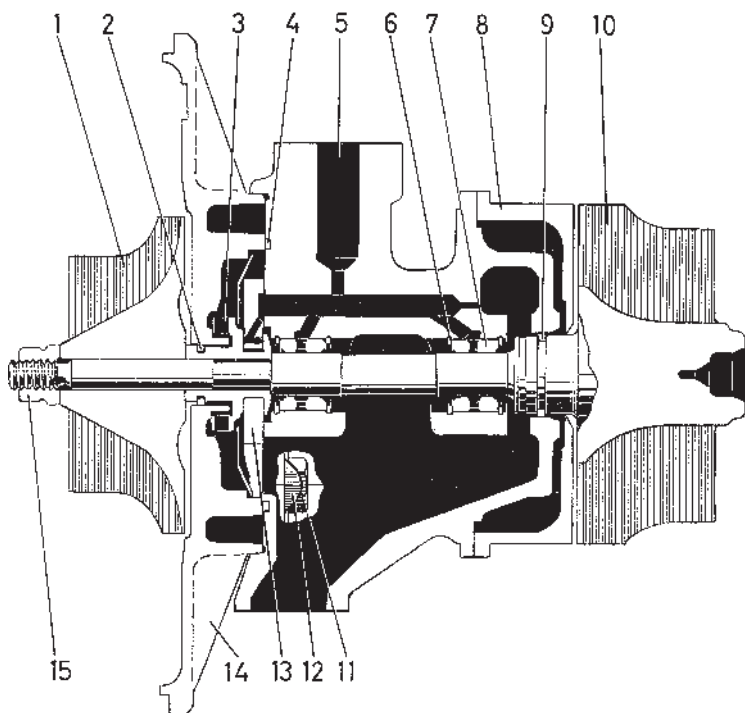

Fig. 169 Unité rotor. AiResearch T-04B
5. Extraire l'arbre de roue de turbine hors du carter de roulements. Déposer le bouclier de protection (8, fig. 169).
2. Tourner le carter de roulements de façon à ce que le côté de la roue de turbine (flasque sans alésage) soit tourné vers le haut. Monter le bouclier de protection (8, fig. 169) sur le carter de roulements.
4. Monter le segment sur la douille de butée (3). Placer le palier de butée (13) sur la douille.
6. Placer la bague caoutchouc (4) dans la gorge du carter de roulements.
7. Vérifier que le ressort de pression est monté dans le flasque (14). Placer le flasque sur l'arbre et la douille butée. Tourner le flasque de façon à ce que les alésage dans le flasque et le carter de roulements coïncident.